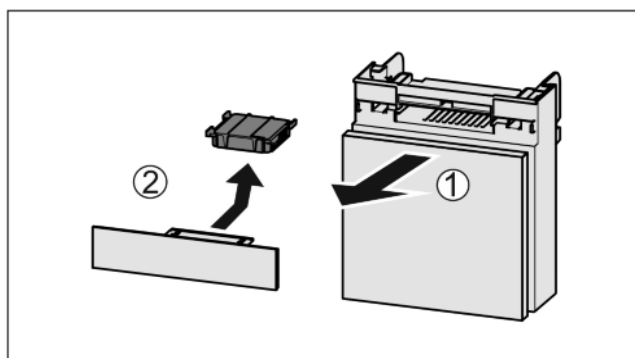

Fig. 33
- ▶ Lade vanaf de voorkant eruit trekken Fig. 33 (1).
- ▶ Actiefkoolfilter verwijderen Fig. 33 (2).